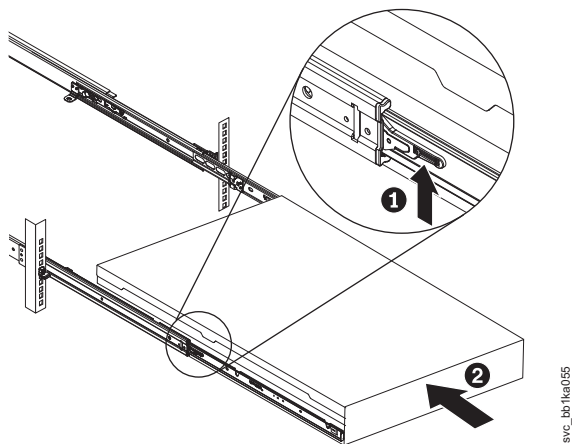

Figura 147. Levantando as alavancas de travamento dos trilhos deslizantes do rack
12. Levante as alavancas de travamento (**1** na Figura 147 na página 185) nos trilhos deslizantes e empurre o servidor **2** inteiro no rack até que ela encaixe no lugar.